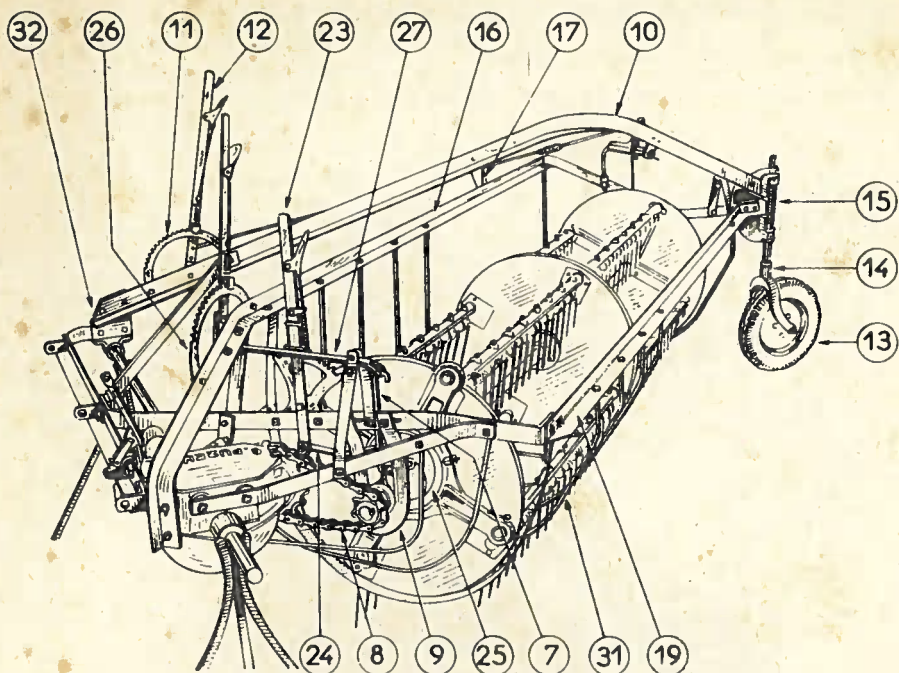

Fig. 3
4°) Présenter le vire-andain dans le châssis (fig. 3 et 4) en le faisant reposer sur 2 tréteaux, monter la chaîne (8) puis la glissière gauche (9) qui se fixe par 2 boulons. Mettre en place, comme l'indique la figure 3, la grande cornière (10) sur laquelle on fixera le secteur (11) et le levier de relevage arrière (12).